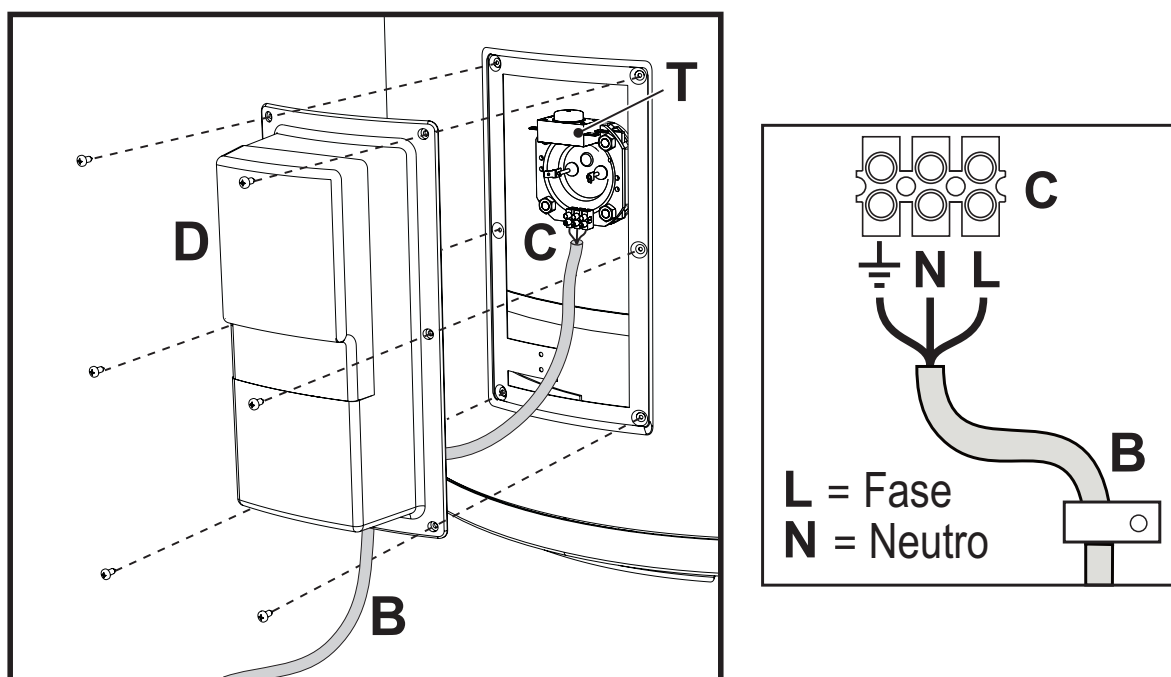

fig. 3
Per il collegamento elettrico della resistenza è necessario (vedi fig. 3):
**Il bollitore è dotato di un termostato di sicurezza (rif. T di fig. 3) che interviene nel caso in cui la temperatura superi i 93°C.**